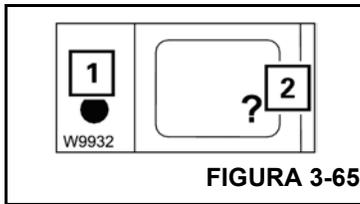

FIGURA 3-65
Para determinar el error, se debe abrir el submenú de errores presionando el botón ? (2, Figura 3-65) una vez. El botón sólo se activa cuando la luz (1) destella o se enciende.